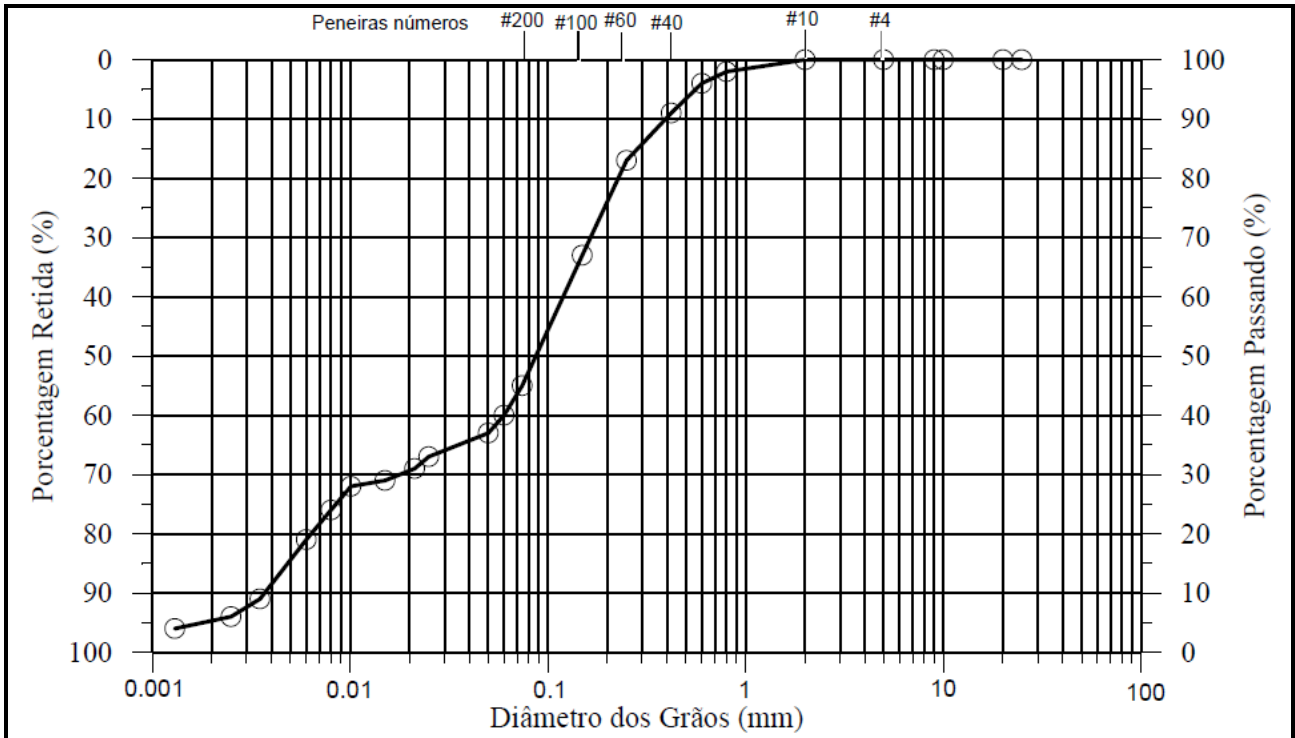

Figura 2: Curva granulométrica.
2. Classifique o solo cujo resultado da análise granulométrica encontra-se na figura 2. Classificar granulometricamente, Unificada e Rodoviária. LL = 21% e LP = 19%.